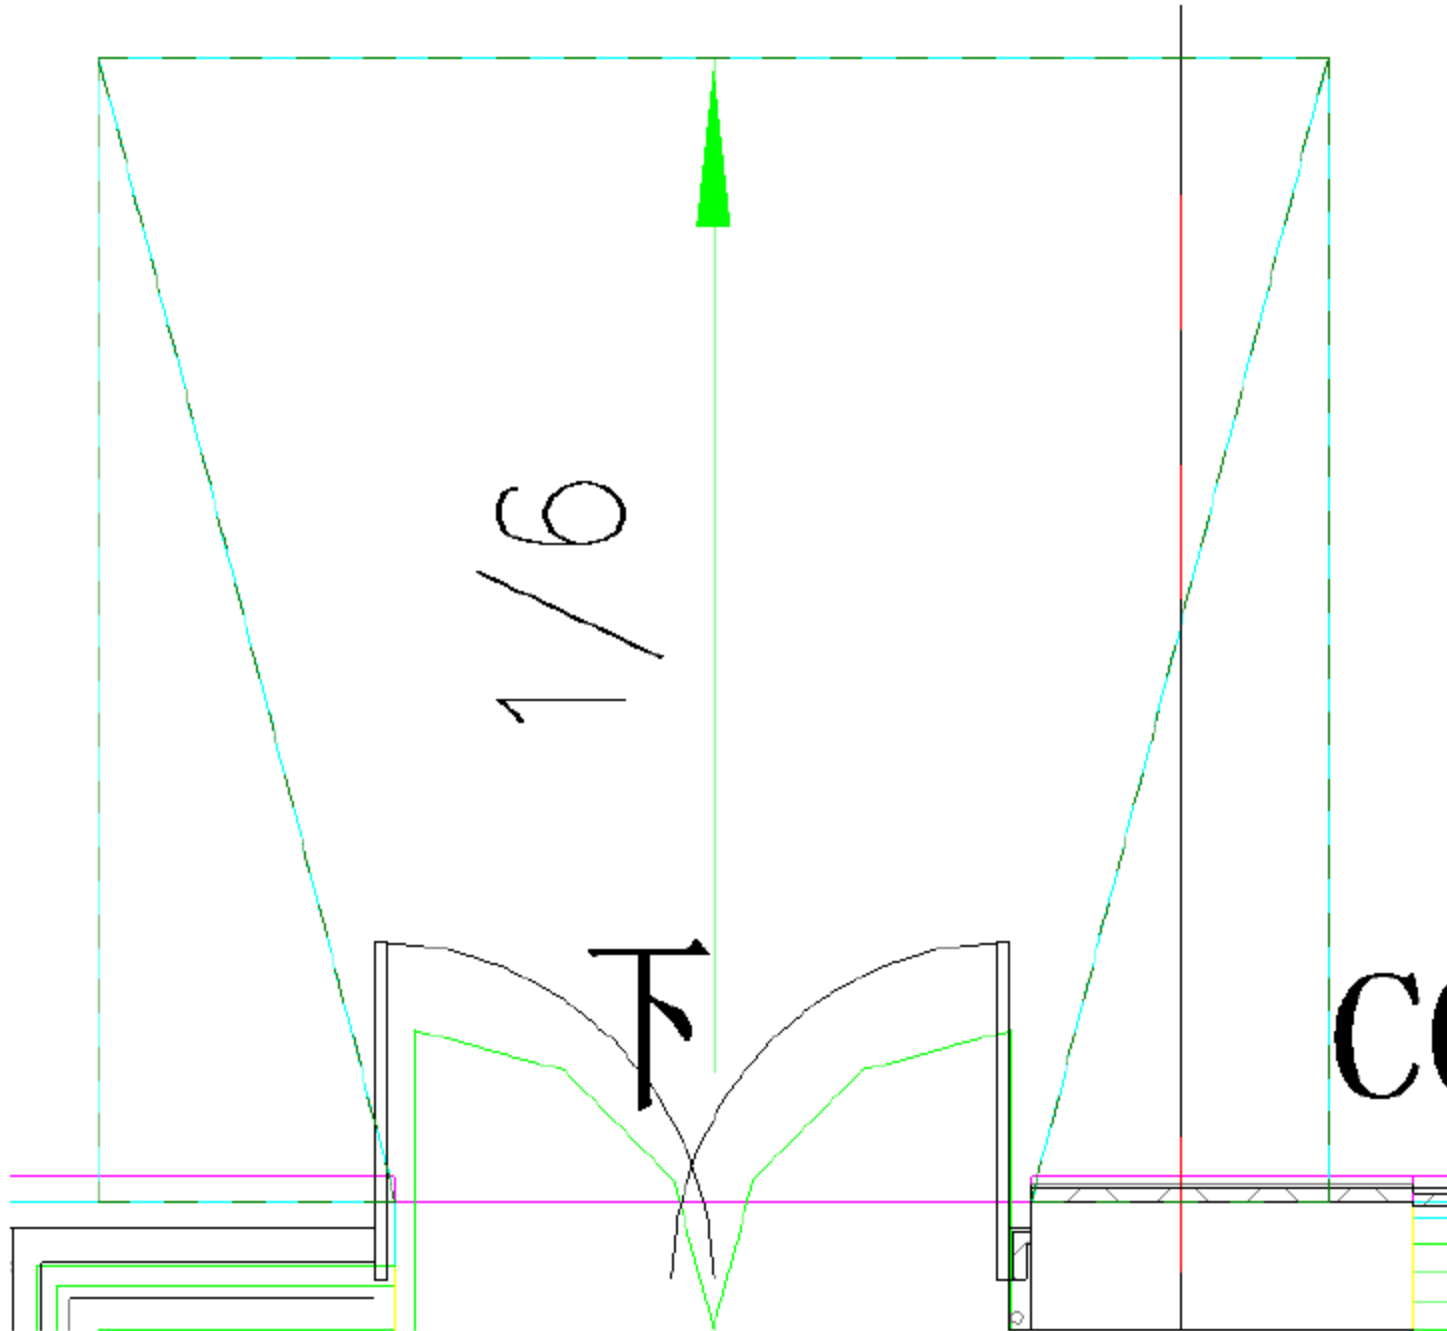

图 10.5.7 绘制辅助参考线
(1) 绘制辅助参考线。由于导入的 CAD 文件无法捕捉到残疾人坡道的中心线，所以需要绘制辅助参考线，按快捷键 R+P，依次绘制参考线，绘制完成后如图 10.5.7 所示。